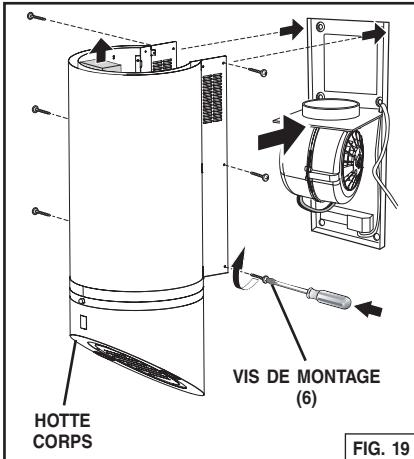

FIG. 19
9. Prenez le corps de la hotte, glissez-le de l'avant jusqu'à ce qu'il touche le mur, puis poussez le corps vers le haut jusqu'au plafond à l'endroit voulu. Fixez avec les six (6) vis de montage retirées précédemment à l'étape 3. Fig. 19.